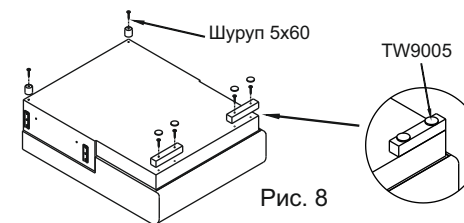

Рис. 8
- прикрутить опоры ОЦ-50 на задних углах основания, а декоративные опоры на передних углах основания (Рис.8)
- наклеить подпятник TW9005 на декоративные опоры (Рис.8)